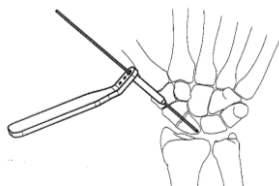

図1
- * 1) 骨折部の整復後、1.0 ガイドピンを 1.0 ガイドピンガイド (S) を用いてイメージ下で適位深さまで刺入します (図1)。パラレルガイドとして使用も可能です。